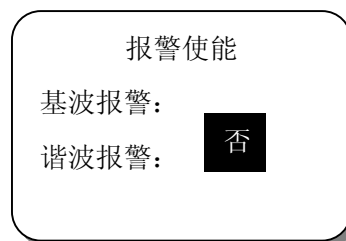

图 15 报警使能子菜单
- 报警使能：显示界面见图 15，设置基波或谐波越限时，是否允许报警接点输出。